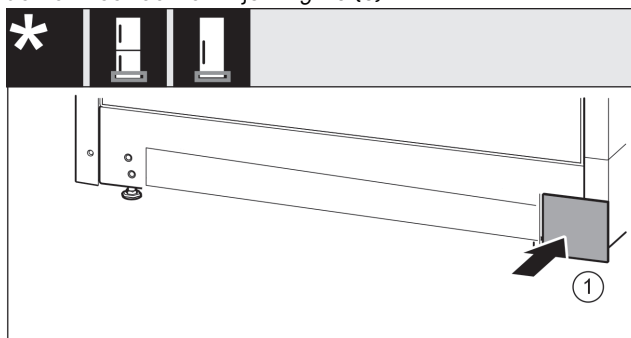

Fig. 14
- ▶ Afdekking aan de andere kant weer plaatsen. Fig. 14 (1)